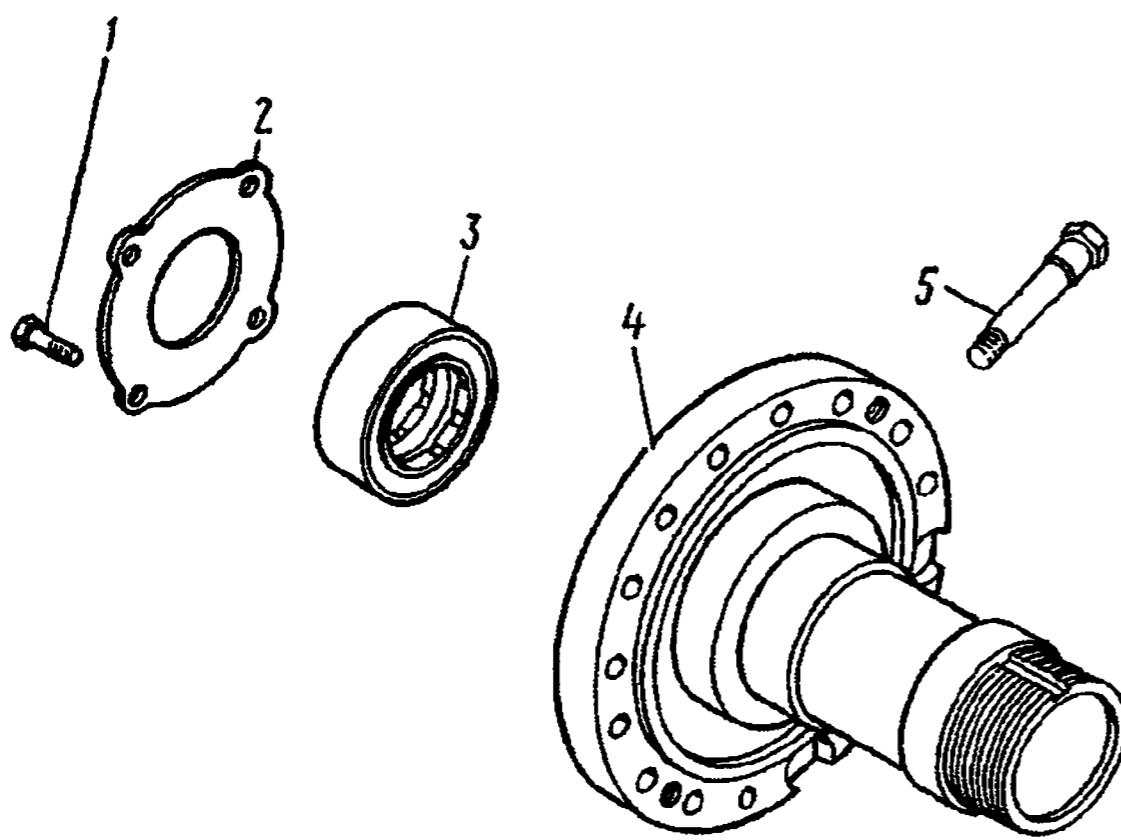

Рис. 229. Цапфа:
14. Выверните болты 1 (рис. 229) крепления упорного кольца 2, снимите упорное кольцо	Ключ 13 мм, молоток